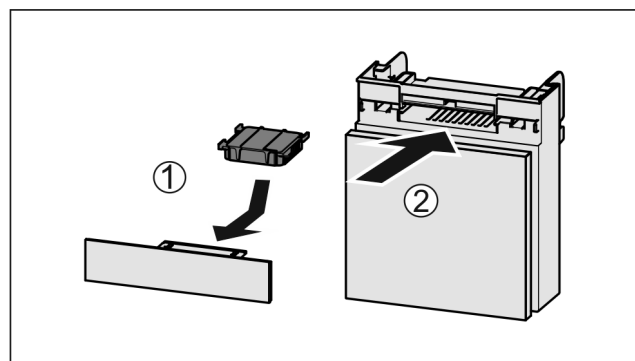

Fig. 135
- Vložte aktívny uhlíkový filter podľa obrázka Fig. 135 (1).
- Zasuňte zásuvku Fig. 135 (2).